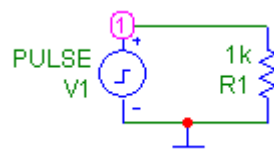

Рис. 2.6
Замените сопротивление $R2$ в схеме рис. 2.4, как показано на рис. 2.6. Проведите моделирование, проанализируйте результаты, сравните с временными диаграммами на рис. 2.4.
2.5.5. В MicroCAP постройте модель цепи с импульсным источником сигнала, показанную на рис. 2.6.